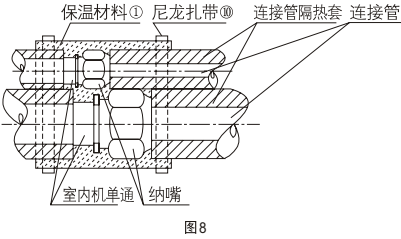

图8
- (5) 请将带波纹一端的连接管安装在室内侧。
- 3 管道安装后用附件①保温材料包住所有扩口管连接部分，如图8。